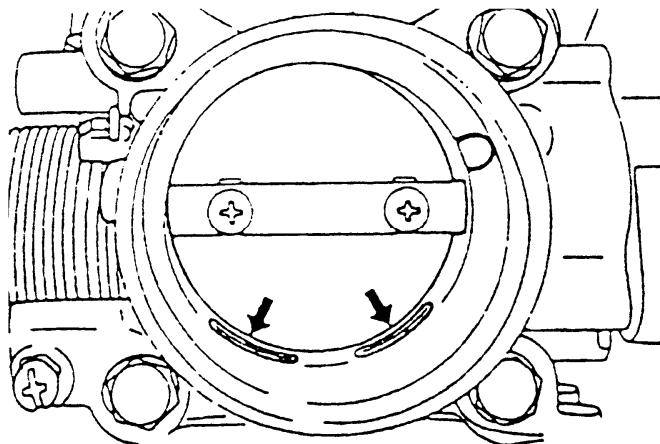

图 3-27 塞住旁通孔
- (1) 发动发动机, 当发动机水温达到 80℃以上时将发动机熄火。
- (2) 拆下节气门本体处的进气管。
- (3) 如图 3-27 所示, 将节气门的旁通孔塞住。注意不可让清洁剂流入旁通孔。